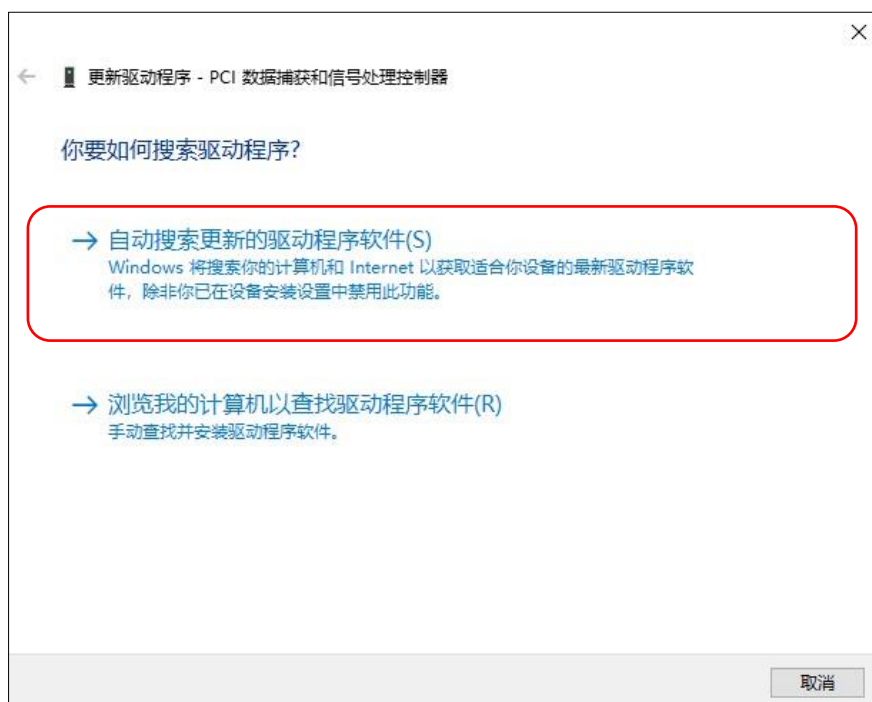

图 2.5、浏览我的计算机以查找驱动程序软件
- 2) 选中“PCI 数据捕获和信号处理控制器”，单击鼠标右键，选择“更新驱动程序”。在弹出对话框中选择“浏览我的计算机以查找驱动程序软件”，如下图 2.5 所示。